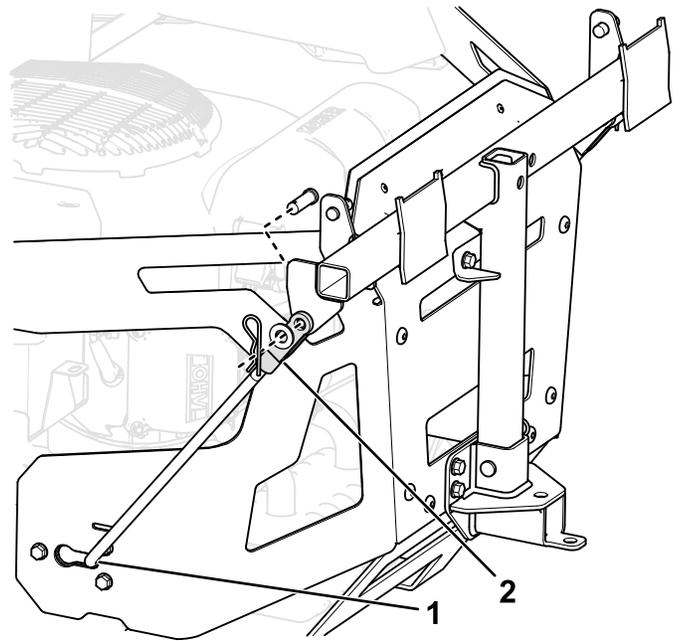

Figura 9
6. Instale a extremidade alargada e dobrada de uma barra na ranhura da parte lateral da estrutura da máquina e mova a barra para trás para a encaixar na estrutura (Figura 9).
8. Prenda as extremidades das barras na estrutura do depósito de recolha como se mostra na Figura 9 e prenda a extremidade de cada barra com um passador de forquilha e um perno do gancho.